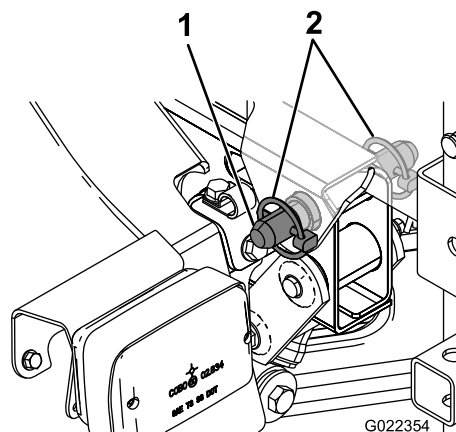

Figura 11
6. Allineate la barra di articolazione della parte posteriore del gruppo del telaio di supporto del serbatoio con l'apertura nella parte terminale del telaio del veicolo (Figura 11).
7. Installate un perno con testa rastremata e 2 acciarini sulla barra di articolazione per fissare il gruppo serbatoio al telaio (Figura 11).